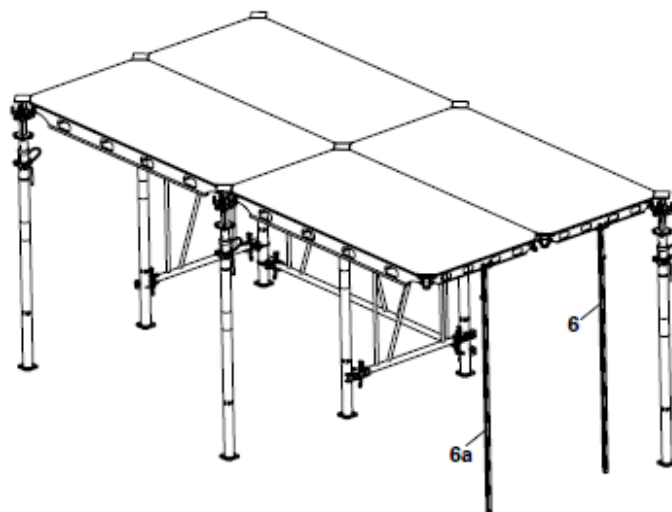

Fig. A4.11
5. Agora, ambos auxiliares de cofragem (6) e (6a) funcionam como bastidor temporário até que o próximo prumo seja fixado ao canto do painel. (Fig. A4.11)